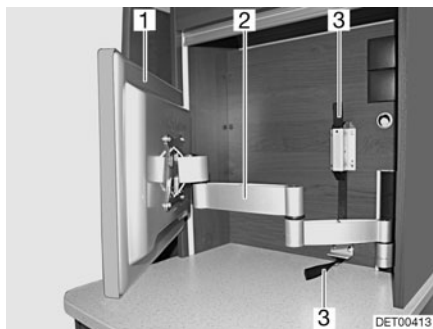

Fig. 66 Ecran plat à bras articulé
- Tirer sur le ruban textile (Fig. 66,3) pour déverrouiller le bras articulé (Fig. 66,2).
- Faire pivoter l'écran plat (Fig. 66,1) dans la position désirée.